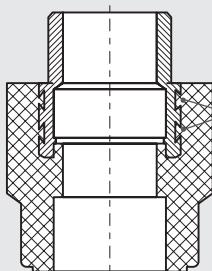

РИС. 1
- Латунные элементы комбинированных фитингов (**Рис. 1**) имеют **обратные проточки (1)** **уникальной конструкции «ласточкин хвост»**, обеспечивающие более надежное примыкание латунной и полипропиленовой частей фитинга. Герметичность соединения сохраняется даже при повышенных механических нагрузках на фитинг, улучшаются гидравлические характеристики;